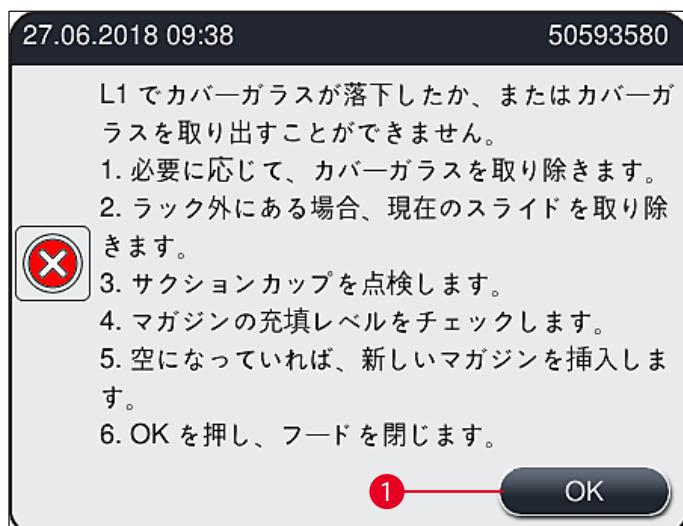

図 110
Pick&Place モジュールがスライドへと移動する間にカバーガラスを落とした場合、または Pick&Place モジュールがカバーガラスマガジンからのカバーガラスのピックアップに 3 回連続して失敗した場合、エラーメッセージ (→ 図 110) が表示されます。
- ① このメッセージ (→ 図 110) が表示された場合、オペレーターはまず、スライドへの搬送中にカバーガラスが失われたのか、または Pick&Place モジュールがカバーガラスマガジンからのカバーガラス取り出しに失敗したのかを確認する必要があります。